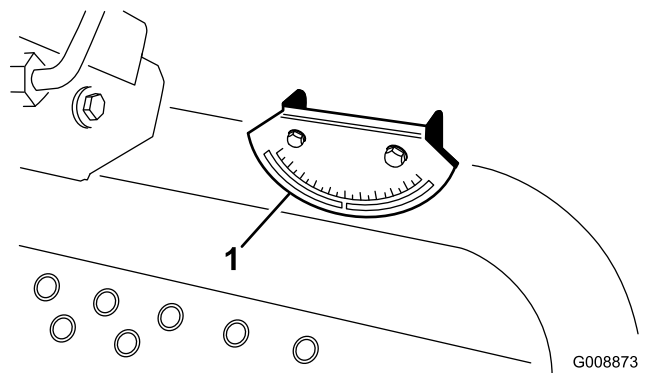

Figure 7
4. Contrôlez l'indicateur de pente monté sur le tube de direction de la machine (Figure 7).